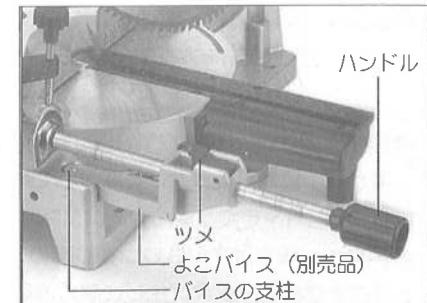

図16
■よこバイス(別売品)の使用方法（図16参照）
- ①バイスの支柱をベースの穴に差し込む。
- ②クイックバイスのツメを起こすとバイスのシャフトは自由(前後)に動きます。材料にクランプ板をつけてからツメを倒してください。
- ③バイスの固定ハンドルを回して材料を確実に締め付けてください。